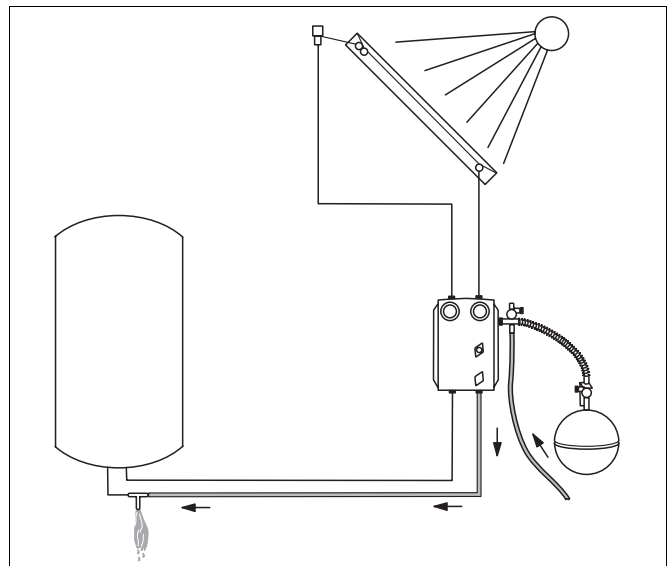

Abb. 16 Spülen des rechten Teilsystems
- Rechtes Teilsystem mit Leitungswasser spülen (Abb. 16). Dabei wiederum sicherstellen, dass der Systemdruck nicht überschritten wird.